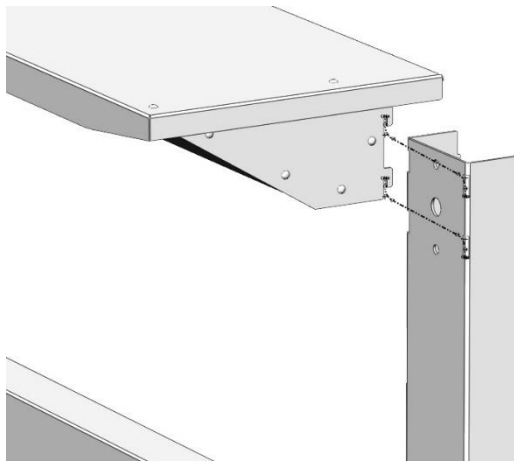

Рис. 3. Установка полки надстройки
- 6.5. Установить полку надстройки на стойки, заведя шипы в соответствующие пазы (Рис. 3).